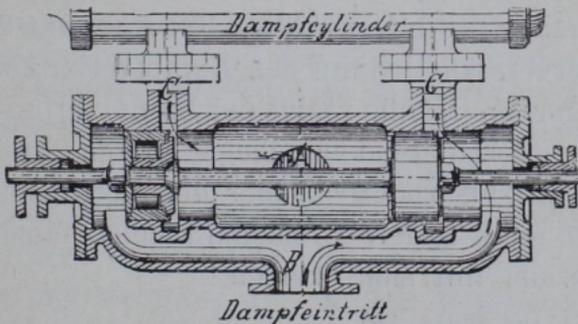

Fig. 302. Kolbenschieber.
7. Einfacher Kolbenschieber Fig. 302.